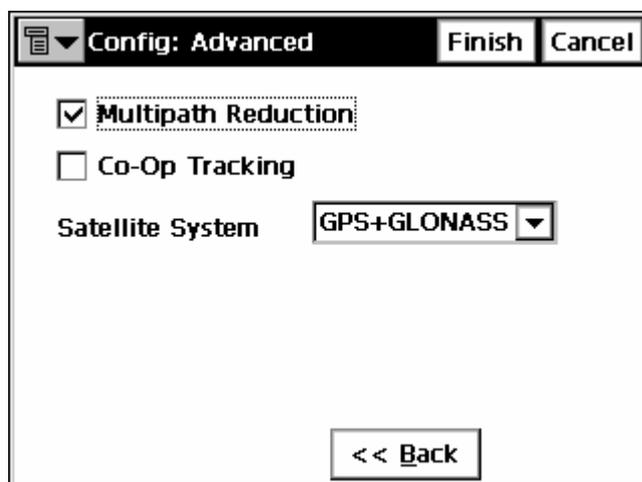

Рисунок 3-44. Настройка: Дополнительно
5. Задайте дополнительные параметры съемки (рис. 3-44).